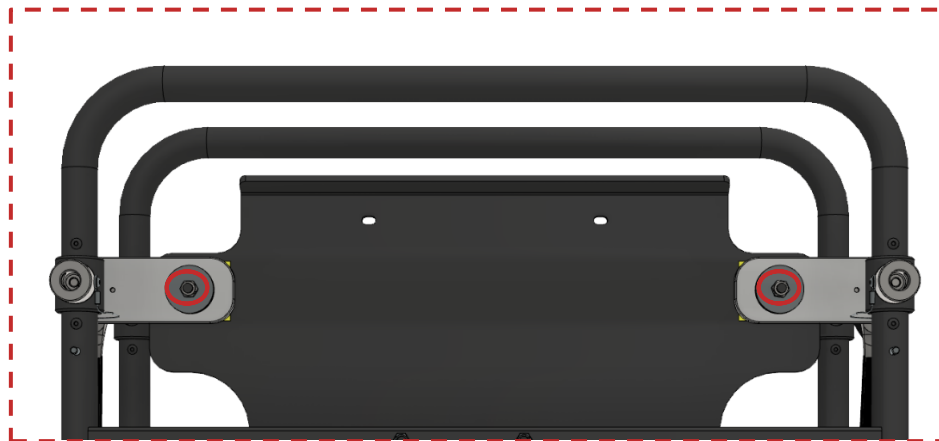
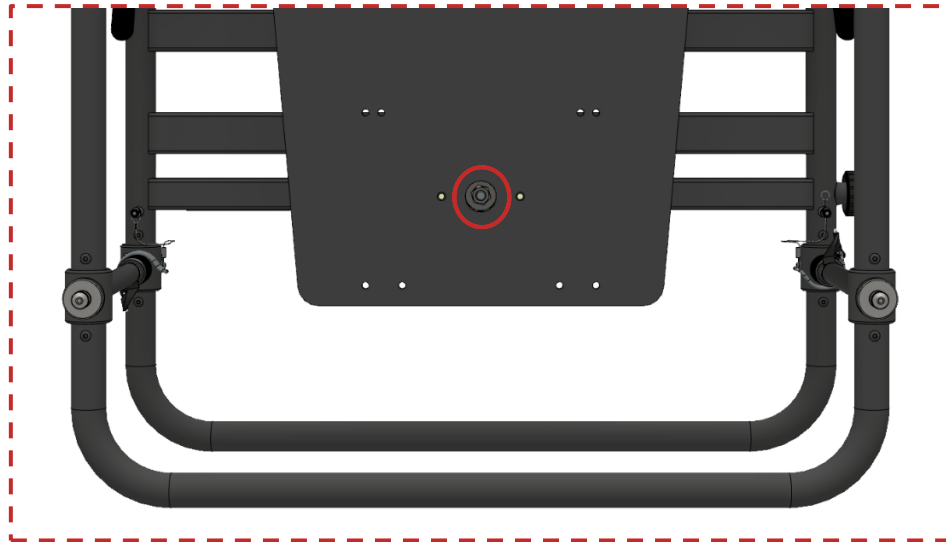

Abbildung 25 Muttern auf der vorderen Unterseite, die mit rotem Wachs versiegelt sind
Abbildung 26 Mutter auf der mittleren Oberseite, die mit rotem Wachs versiegelt ist
- Auf die drei Schrauben und Muttern auf den beiden obigen Bildern (Abbildung 25 und Abbildung 26) ist rotes Siegelwachs aufgetragen, um sicherzustellen, dass die Muttern immer in derselben Position sind und niemand versucht sie festzuziehen oder zu lösen.
Bis auf die drei im vorigen Abschnitt beschriebenen Muttern (siehe Abbildung 25 und Abbildung 26) kontrollieren Sie bitte mit entsprechendem Werkzeug, dass alle anderen Schrauben fest angezogen sind.